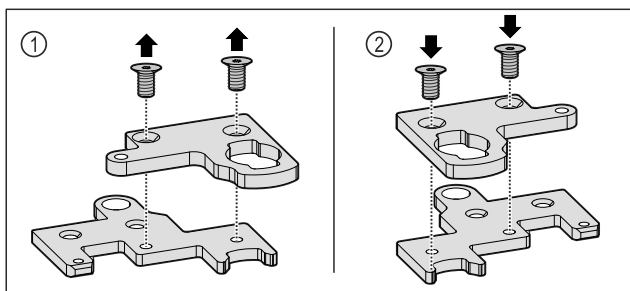

Fig. 34
- Demonter det todelte hængselsbeslag. Fig. 34 (1)
- Saml igen det todelte hængselsbeslag, drejet 180°. Fig. 34 (2)